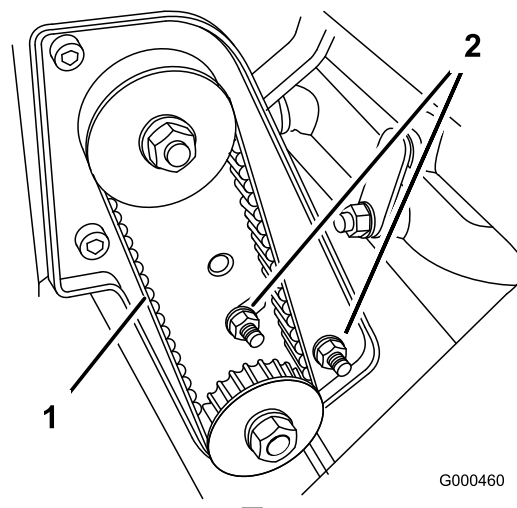

図 38
- C. トルクレンチの設定が狂わないように注意しながら、ベアリング・ハウジング取り付けナットを締め付ける（図 38）。ベルトを締め付けすぎないように注意する。
- A. ベアリング・ハウジング取り付けナットをゆるめる（図 38）。